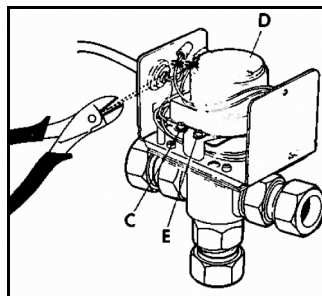

Fig. 3.
3. Cut off crimped connectors (Fig. 3) and bare the motor supply wires. LEAVE EARTH WIRE (C).
4. Remove the two mounting screws (E) and gently withdraw motor.
3. Togliere i connettori zigrinati (Fig. 3) e scoprire i fili del motore. LASCIARE IL FILO DI TERRA (C).
4. Togliere le due viti di supporto (E), estrarre delicata-mente il motore.
3. Knip de aansluitdraden van de oude motor af (Fig. 3), en verwijder de isolatie van de draaduiteinden. LAAT DE AARDSDRAAD (C) ZITTEN.
4. Verwijder de twee bevestigingsschroeven (E) en licht de motor voorzichtig en zonder wringen uit het motorcompartiment.
3. Couper les connecteurs (Fig. 3) et dénuder les fils alimentant le moteur. CONSERVER LE FIL "TERRE" (C).
4. Enlever les vis de montage (E) et retirer doucement le moteur.
3. "Crimp" Verbinder abschnieden (Abb. 3) und Anschlußleitungen für den Motor abisolieren. ERDUNGSLEITUNG IM URSPRÜNGLICHEN ZUSTAND BELASSEN (C).
4. Die beiden Befestigungsschrauben (E) entfernen und Motor vorsichtig abziehen.